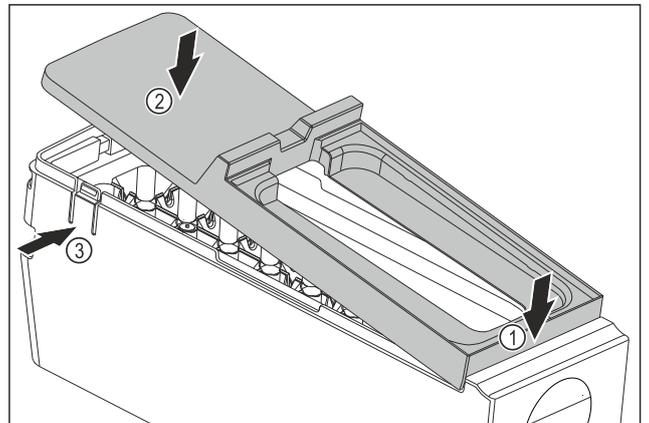

Fig. 148
- ▶ 安装 EasyTwist-Ice 机身的盖板：放置盖板前部。 Fig. 148 (1)
- ▶ 降下盖板后部。 Fig. 148 (2)
- ▷ 盖板卡入到两个接片 Fig. 148 (3) 中，可以听见声音。